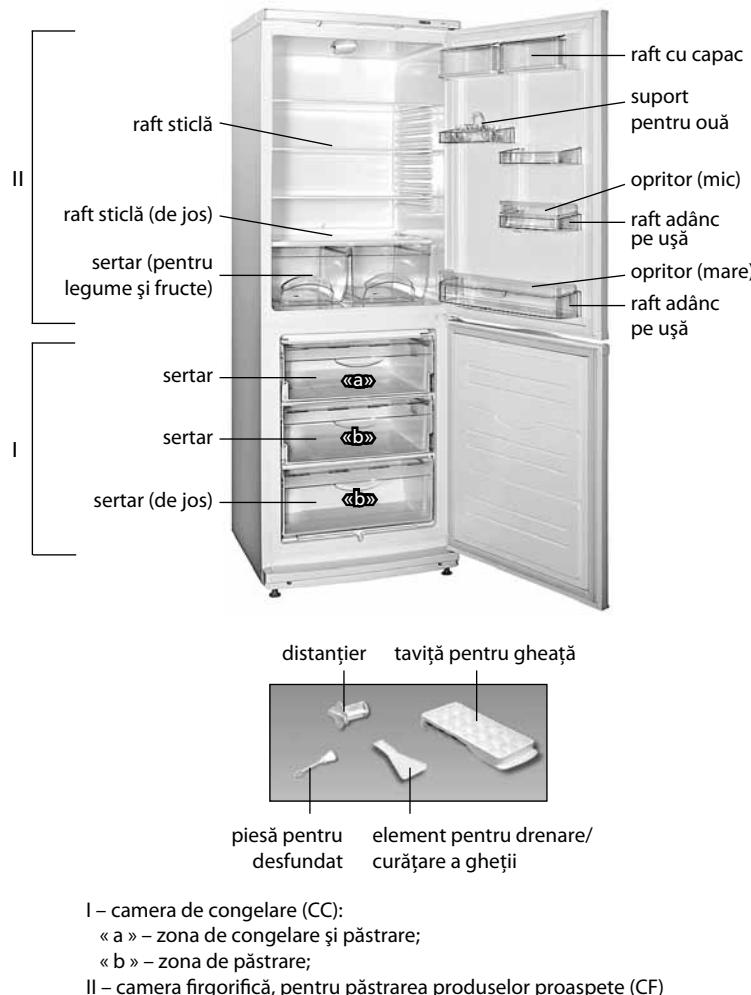

Figura 1 – Frigider și piese componente
**1.1** Frigiderul este destinat pentru congelarea și păstrarea de lungă durată a alimentelor congelate, prepararea gheții alimentare în CC, pentru refrigerarea și păstrarea pe termen scurt a produselor alimentare, băuturilor, fructelor și legumelor în CF în conformitate cu figura 1.